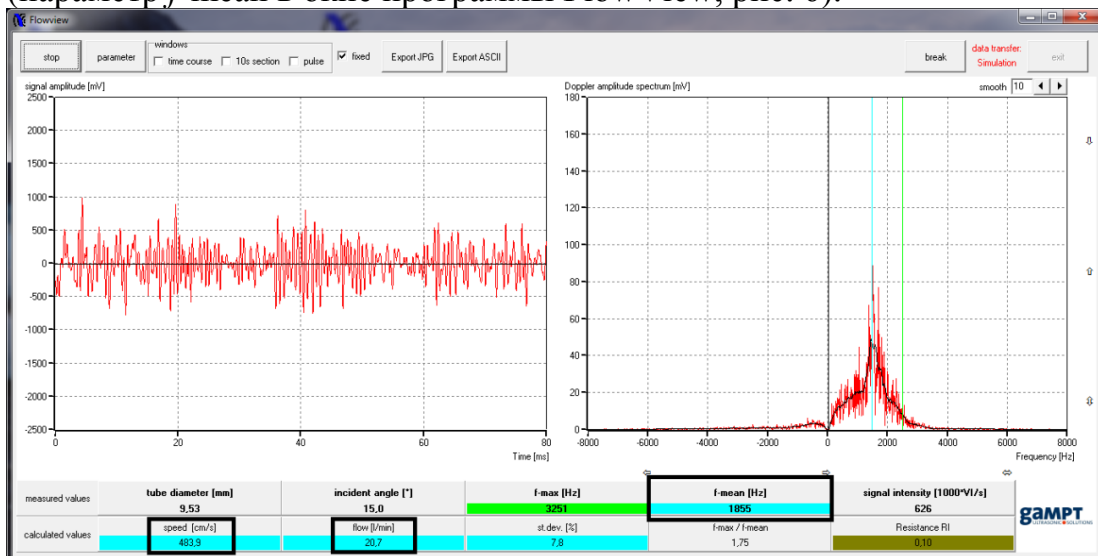

Рисунок 6. Вид окна FlowView
10. Пронаблюдайте спектр и измерьте среднее значение сдвига частоты  $\Delta f$  (параметр  $f$ -mean в окне программы FlowView, рис. 6).
11. Зная величину сдвига частоты  $\Delta f$ , рассчитайте скорость потока  $v$ , выразив ее из формулы (2) сравните со значениями, полученными из эксперимента (параметр “speed”, рис.6).